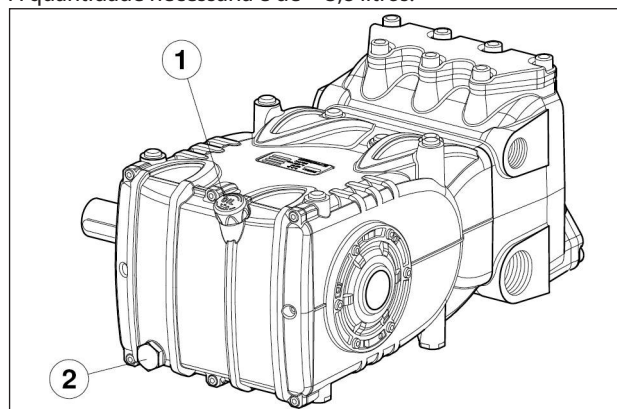

Fig. 3
Da haste do nível do óleo pos. ①, Fig. 3.
O controle correto do nível do óleo é realizado com a bomba em temperatura ambiente, a troca do óleo é executada com bomba em temperatura de trabalho, removendo: a haste do nível do óleo pos. ① e, em seguida, o tampão pos. ②, Fig. 3. O controle do óleo e a troca são efetuados conforme indicado na tabela do capítulo 11.